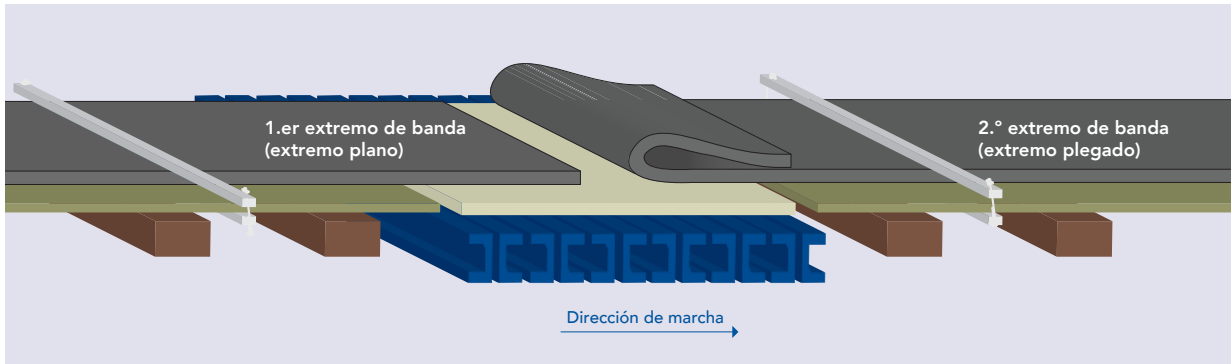

Fig. 7.6
**7.6** Pliegue sobre sí mismo un extremo de banda (referido a continuación como el extremo plegado). El extremo plegado será el extremo guía si el empalme se construye en el lado portante de la banda transportadora. Consulte la fig. 7.6 de abajo.